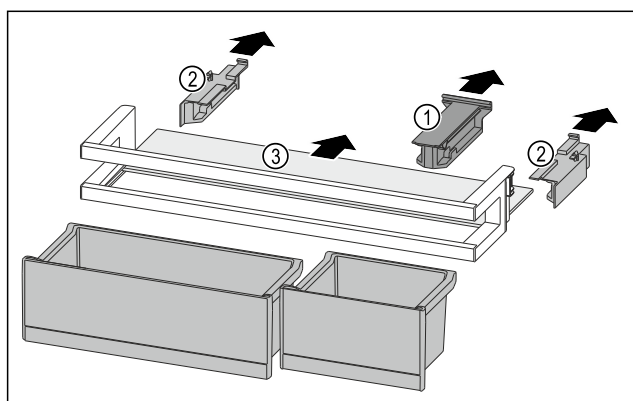

Fig. 223
- Estrarre l'elemento di tenuta Fig. 223 (1).
- Togliere gli elementi laterali Fig. 223 (2).
- Rimuovere il ripiano Fig. 223 (3).